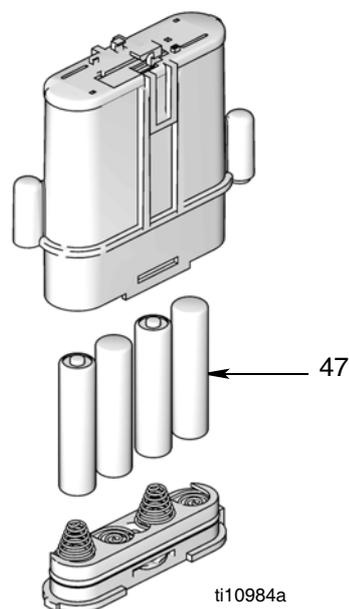

FIG. 28
<ul style="list-style-type: none"> N'utiliser que des piles de taille et type mentionnés dans ce manuel. <p>Il faut des piles qui ont une durée de vie suffisante :</p> <ul style="list-style-type: none"> Energizer E91 <ul style="list-style-type: none"> Faire attention à la polarité lors de la mise en place des piles dans le compartiment des piles (FIG. 28). L'inversion des piles peut endommager le compteur. <ul style="list-style-type: none"> Ne pas mélanger des piles de différents types ou des piles usées avec des piles neuves. Toujours remplacer les 4 piles par 4 piles neuves.
- Placer de nouvelles piles. Voir la FIG. 28 pour l'orientation des piles.